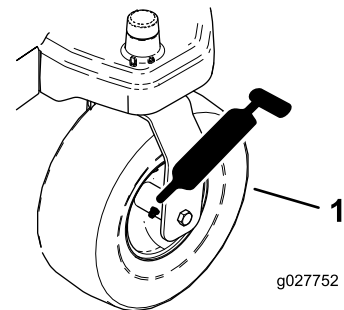
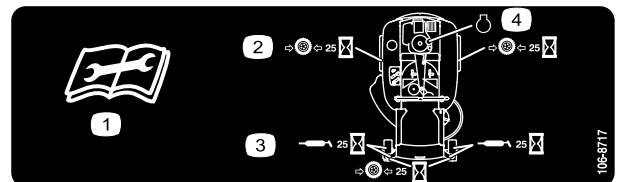

Figura 24
Figura 25
3. Limpie con un trapo los puntos de engrase (Figura 24 y Figura 25).
4. Conecte una pistola de engrasado a cada punto de engrase (Figura 24 y Figura 25).